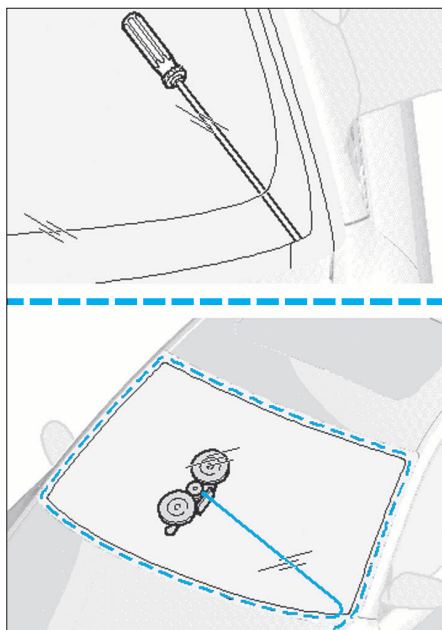

FIG. 1
- Faire passer l'alène dans l'arrondi inférieur gauche de la glace, de l'intérieur vers l'extérieur, à travers le cordon de colle (Fig.1).